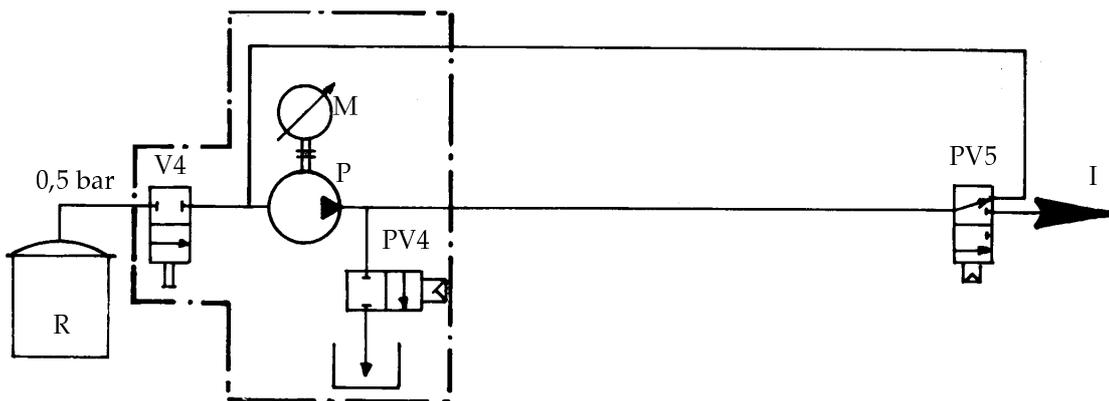

Figura 10
5.4. MONTAGGIO CON CIRCUITO DI RITORNO E PNEUMOVALVOLA DI SCARICO (VEDERE FIGURA 10)